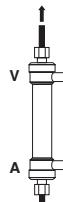

Fig.4/Abb.4/Εικ.4
6) Spoel de bloedzijde van de dialysator en de bloedlijn met meer dan 1000 ml fysiologische zoutoplossing bij ongeveer 100 ml/min. (Fig. 4)